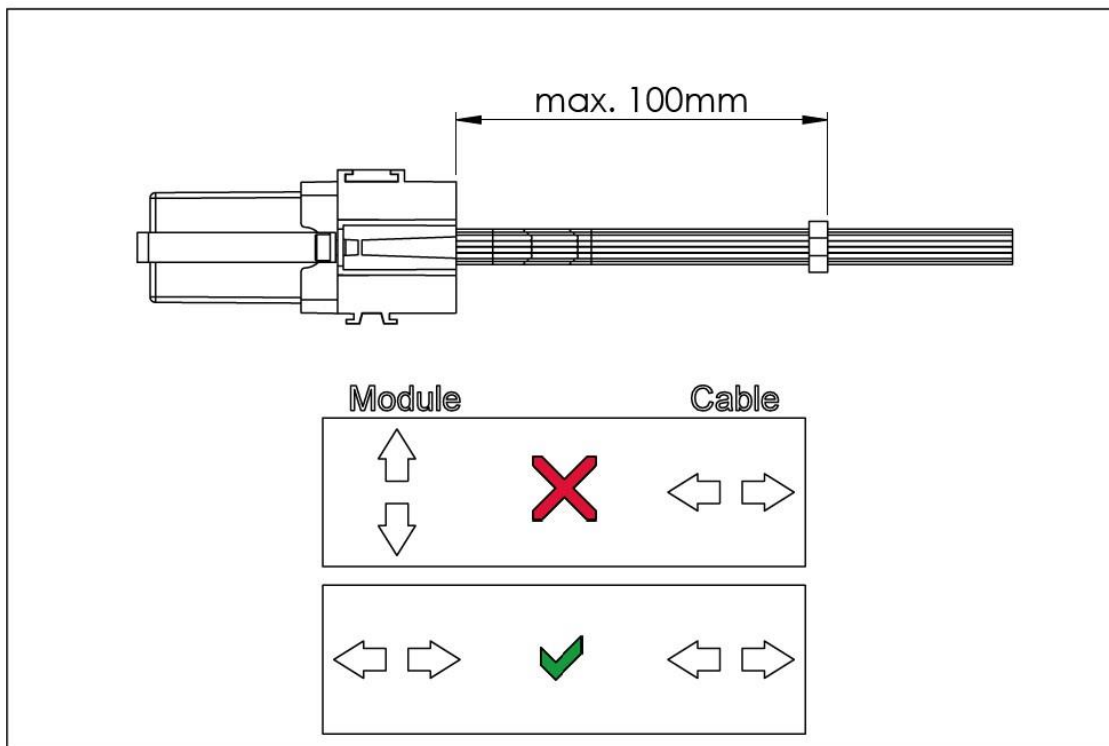

Abbildung 5: Zugentlastung des Kabelbaums (exemplarisch). 100 mm (max.) müssen eingehalten werden.
- Die Kabelführung muss so gewählt werden, dass sich der Kabelbaum ausschließlich identisch zur Bewegungsrichtung der Steuerung/des Steckers bewegt. (Befestigung Steuerung/Kabel/Zugentlastung auf demselben Untergrund). Eine Zugentlastung ist zwingend notwendig (siehe Abbildung 5).